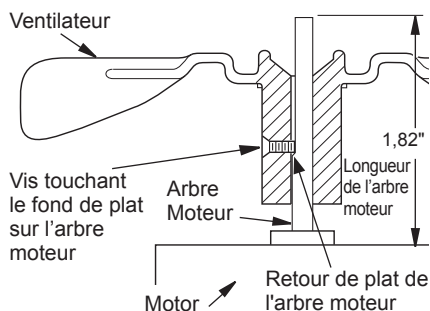

Figure 9 - Section du ventilateur
2. Le ventilateur est situé avec la vis d'arrêt en contact avec le dos de plate sur le moteur comme le montre la Figure 9.